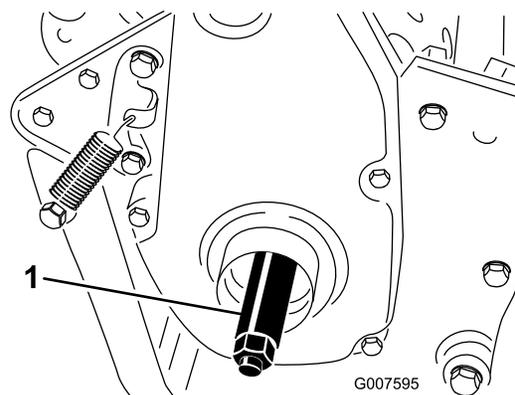

図 8
3. 右側ホイールシャフトを機体の右側にある駆動プーリのネジ穴にねじ込む (図 8)。